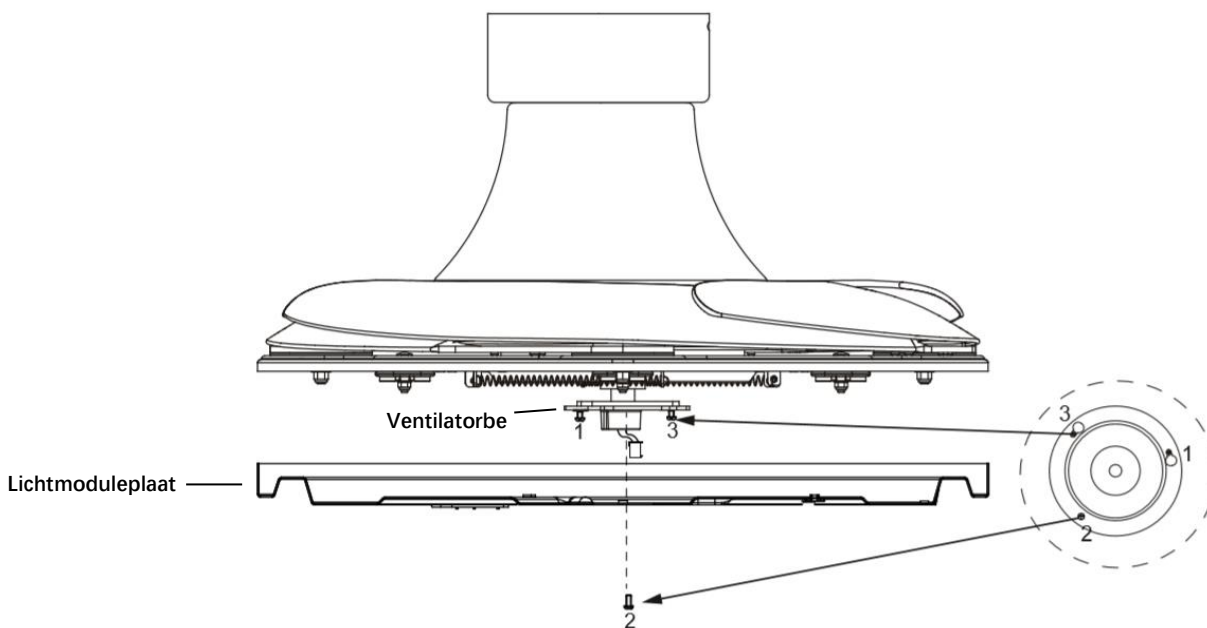

Afb. 5b
- Draai twee afdekkingschroeven (1) los en verwijder de montagebeugel.
- Draai twee afdekkingschroeven met sterring (2) een halve slag uit de montagebeugel. (Voor L-vormige sleuf op de te monteren afdekking).
- Til de hangende afdekking (3) van de gemonteerde ventilator op de montagebeugel en laat de L-vormige sleuf aan de hangende afdekking (3) door twee afdekkingschroeven met sterringen (2) gaan. (Afb.5b)
- Draai de hangende afdekking (3) totdat deze vast klikt aan het eindgedeelte van de L-vormige sleuf. Zorg dat de sterring zich tussen de hangende afdekking (3) en de schroefkop bevindt. Zet vast door de twee afdekkingschroeven met sterring (2) vast te draaien.
- Draai de afdekkingschroeven (1) op de montagebeugel vast. De hangende afdekking (3) moet in het totaal van 4 schroeven (1) & (2) zijn voorzien. Vermijd beschadiging van de eerder voorbereide elektrische bedrading tijdens het ophangen van de afdekking.